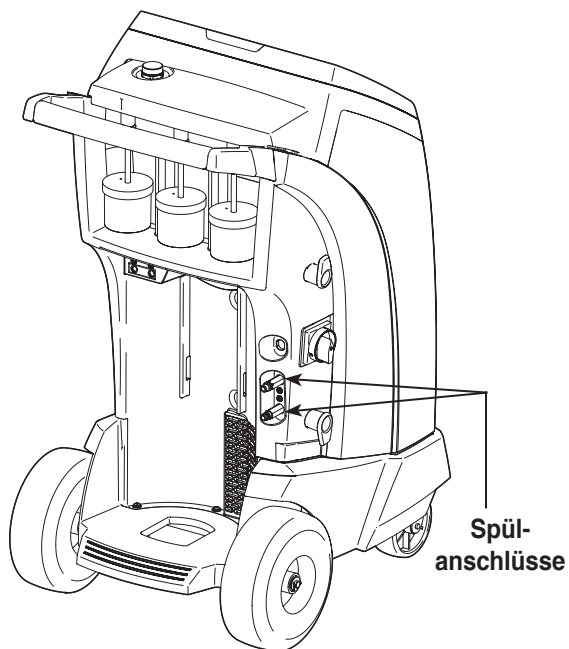

Abbildung 8
1. Die Serviceschläuche an die Spülanschlüsse des Gerätes anschließen (siehe Abbildung 8).
1. Die Serviceschläuche an die Spülanschlüssen des Gerätes anschließen (siehe Abbildung 8).